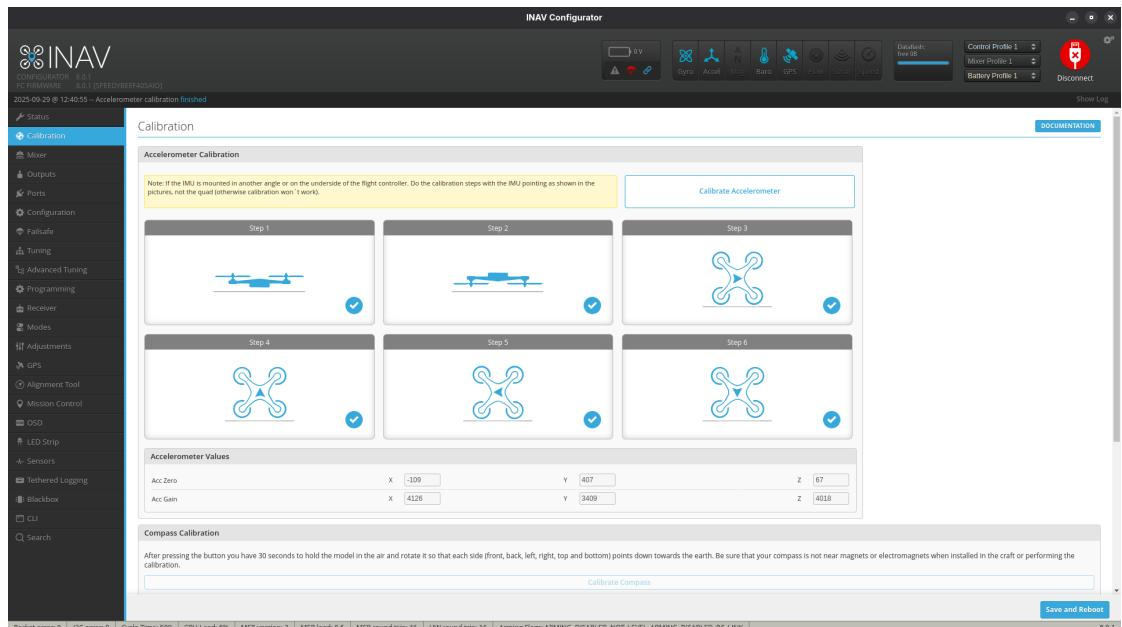

Figure 2.14: INAV Calibration Tab for Board Orientation, Compass and Flow Sensor
2. The *Calibration tab* (Figure 2.14) is used to calibrate the accelerometer and compass. To do this, the drone must be placed in different positions.
2. Im *Calibration-Tab* (Abbildung 2.14) werden der Beschleunigungsmesser und der Kompass kalibriert. Dazu muss die Drohne jeweils in unterschiedliche Posen gebracht werden.